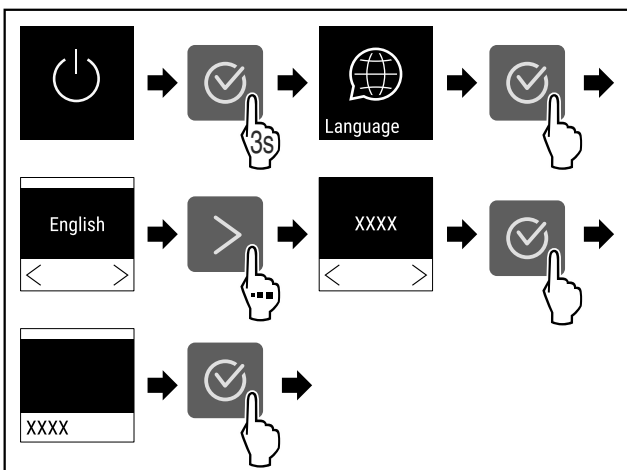

Fig. 55
- ▶ Atlikite veiksmus (žr. Fig. 55).